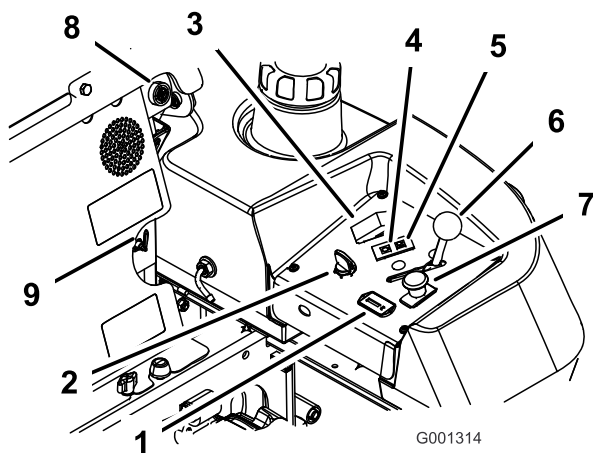

Figura 11
4. Disinnestate la presa di forza (posizione Off) (Figura 11).